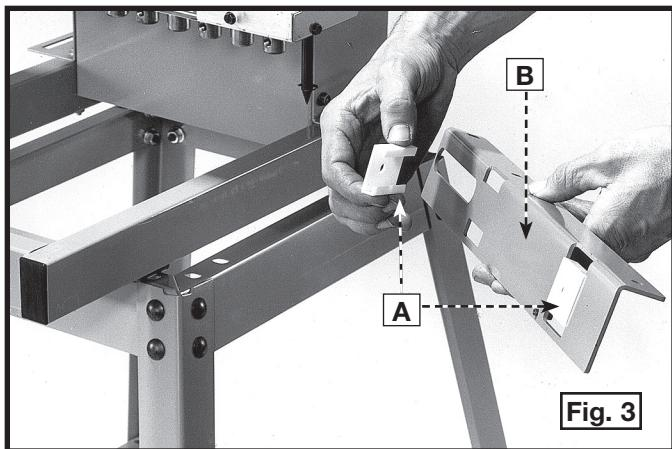

Fig. 3
1. Inserte los dos deslizadores para la mesa (A) Fig. 3 en el soporte de la mesa (B).